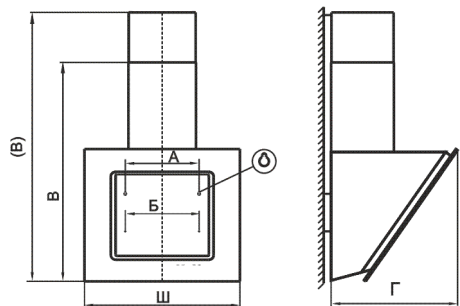

рис. 2
Навесьте вытяжку через отверстия типа «замочная скважина» (размер «А», рис. 2) и дополнительно закрепите ее двумя самонарезающими винтами 6х50 мм (размер «Б»).
- вверните два самонарезающих винта 6x50 мм (размер А, рис. 2).